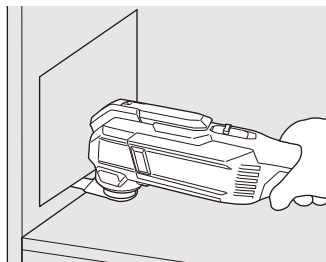

图14
- (2) 轻轻地应用工具放置在材料上，然后以平稳的速度向前移动应用工具。（图14）